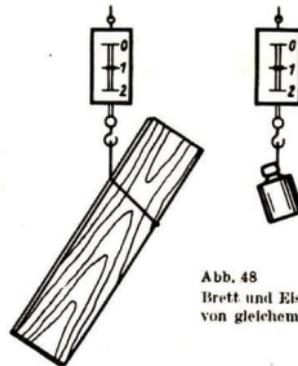

Abb. 48
**4. Was ist schwerer: Kork oder Eisen? — Die Wichte.** An eine Federwaage hängen wir ein Brett. Es wiegt 1 kp. Wird das Brett durch einen Eisenkörper von gleichem Gewicht, am einfachsten durch ein Kilogrammstück, ersetzt (Abb. 48), so zeigt die Federwaage zwar das gleiche Gewicht an. Ein einfacher Vergleich lehrt uns aber, daß das Brett einen viel größeren Rauminhalt einnimmt als der Eisenkörper. Vergleiche den Rauminhalt einer großen Tüte voll alter Flaschenkorken mit dem Rauminhalt einer Eisenmenge von gleichem Gewicht! Prüfe Holz und Blei in gleicher Weise!